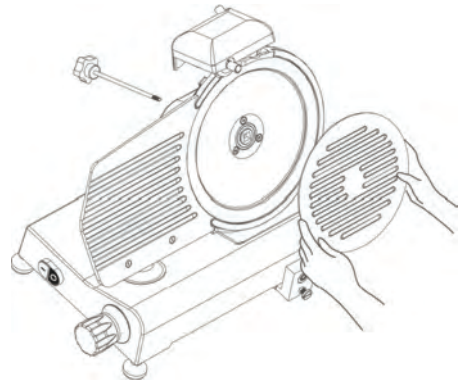

FIG. nr. 4 – Het losmaken van de beschermkap
- Schroef de pin aan de achterzijde los om de me-safscherming te verwijderen (zie FIG. nr. 4).